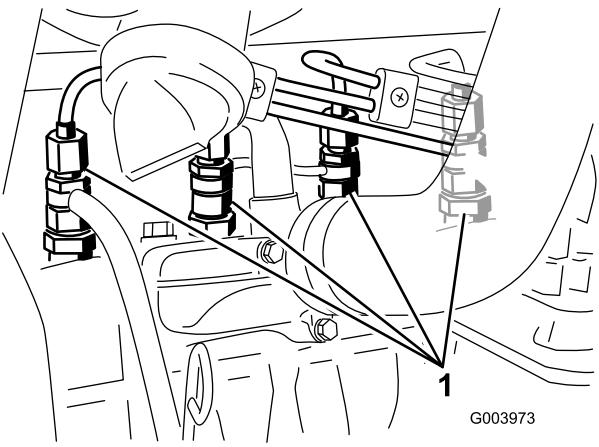

図 66
1. 燃料噴射ポンプの No. 1インジェクタ・ノズル（図 66）へのパイプ接続部をゆるめる。